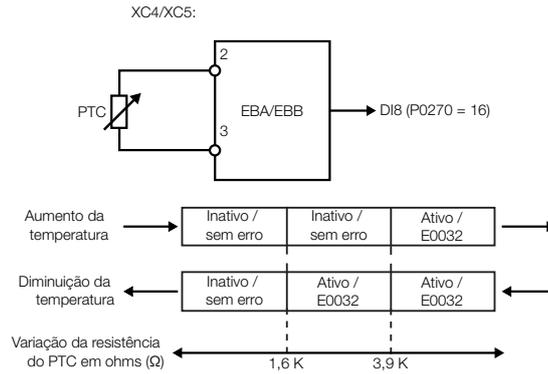
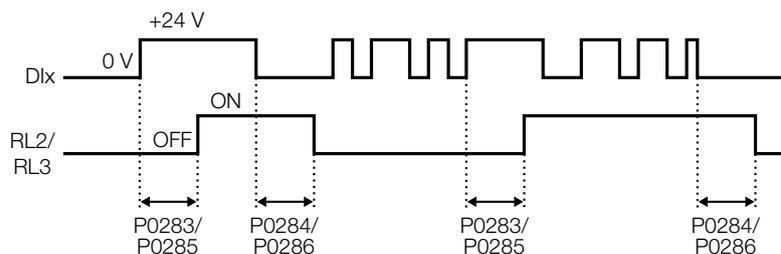

Figura 5.32 – DI8 como PTC
Figura 5.34 – Funcionamento da função temporizador RL2 e RL3
- Consulte a Tabela 5.41 na página 5-56, a Figura 5.32 na página 5-55 e a Figura 5.34 na página 5-55 para mais detalhes referentes às funções das entradas digitais.
- A função **‘Temporizador RL2 e RL3’**, trata-se de um temporizador para ativar e desativar os relés 2 e 3 (RL2 e RL3). Quando programado em alguma DIx a função de temporização dos relés 2 e 3, e for efetuada a transição de 0 V para 24 V, o relé programado será ativado de acordo com o tempo ajustado em P0283 (RL2) ou P0285 (RL3). Quando ocorrer a transição de 24 V para 0 V, o relé programado será desativado de acordo com o tempo ajustado em P0284 (RL2) ou P0286 (RL3). Após a transição da DIx, para ativar ou desativar o relé programado, é necessário que a DIx permaneça em on/off pelo menos o tempo ajustado nos parâmetros P0283/P0285 e P0284/P0286. Caso contrário o temporizador será resetado. Consulte a Figura 5.34 na página 5-55. **Obs.:** Para esta função é necessário programar P0279 e/ou P0280 = 29 (Temporizador).